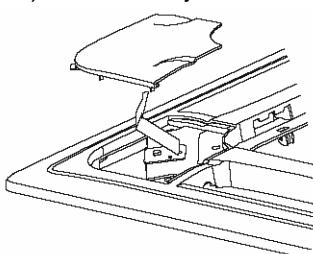

Figura 10
- Afloje los tornillos, suelte los cables de las tapas de instalación y retírelos. (Vea la figura 10)